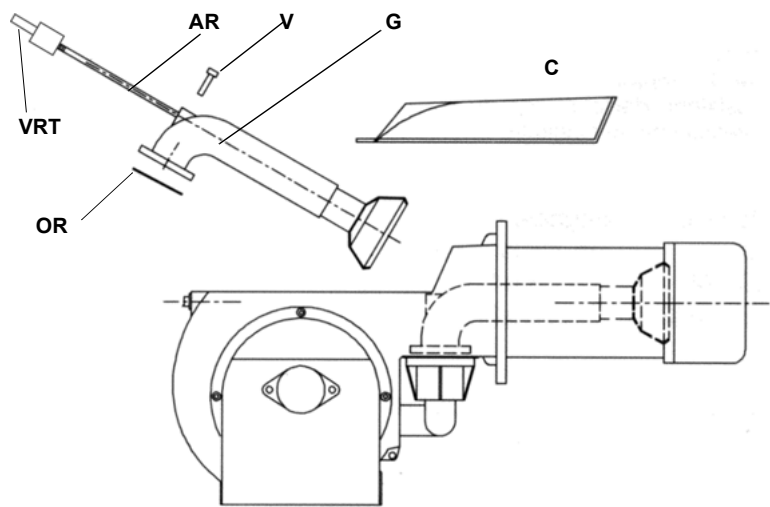

Рис. 33
- Снятие, проверка и очистка головки сгорания Рис. 33);